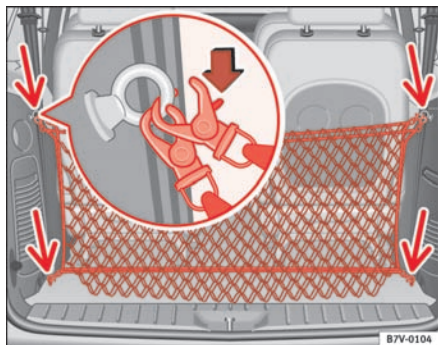

Fig. 116 Monteret bagagerumsnet
- For at afmontere bagagerumsnettet skal du hægte de seks kroge ⇒ fig. 116 af (pile).